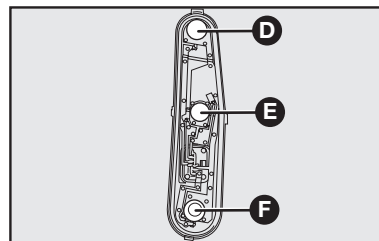

fig. 20
3) Quite la lámpara **D** (luz de giro), **E** (luz de posición/freno), o **F** (luz de marcha atrás) - **fig. 20**, empujándola ligeramente y girándola en el sentido antihorario.